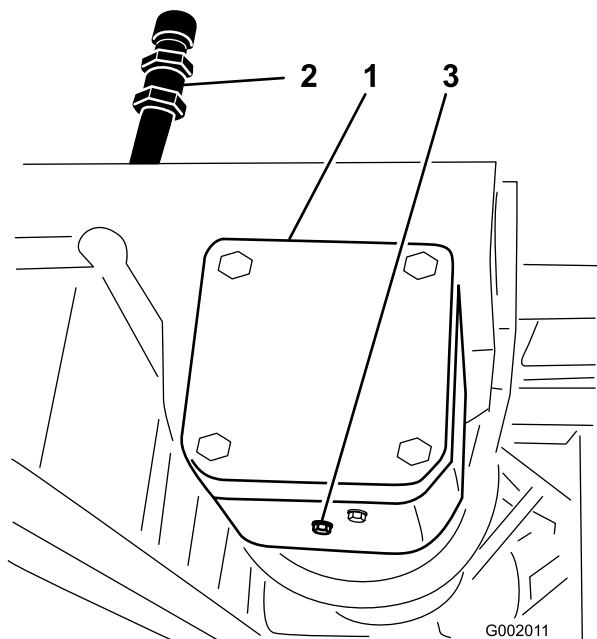

Bild 73
3. Nehmen Sie die Einfüll- und Ablassschraube (Bild 73) ab, damit das Öl in die Wanne ablaufen kann.
2. Stellen Sie eine Wanne unter die Ablassschraube am Pumpenantriebsgetriebekasten (Bild 73).